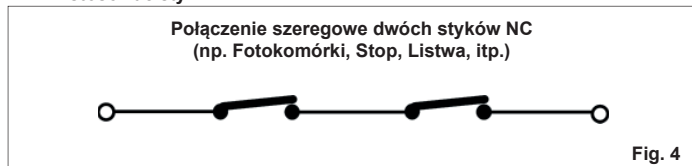

Fig. 4
Jeśli dwa lub większa liczba urządzeń zabezpieczających spełnia taką samą funkcję (otwieranie, zamykanie, otwieranie i zamykanie, listwa), styki muszą być połączone szeregowo między sobą (rys. 4). Należy stosować styki NC
**Aby zainstalować kilka urządzeń zabezpieczających, połączyć szeregowo styki NC (rys. 4).**
Aby zainstalować kilka urządzeń zabezpieczających, połączyć styki szeregowo NC (rys. 4).